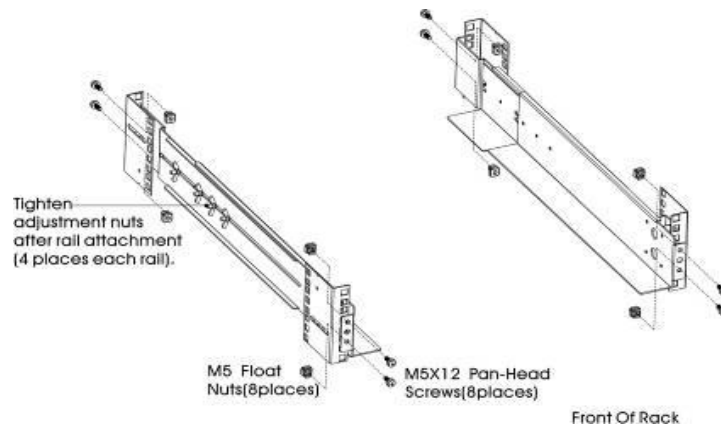

Abbildung 2
- b) Wählen Sie die richtige Größe im Rack für die USV-Platzierung (siehe Abbildung 2). Die Schiene nimmt vier Positionen auf der Vorder- und Rückseite des Racks ein.